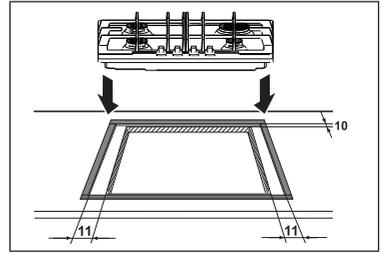

Fig. 8
- placez les joints fournis sur les bords de la découpe: positionnez-les exactement sur les bords avant et arrière, à 11 mm des bords latéraux et à 10 mm de bord arrière en veillant à ce que les extrémités des joints se joignent parfaitement, sans se chevaucher (Fig. 8);